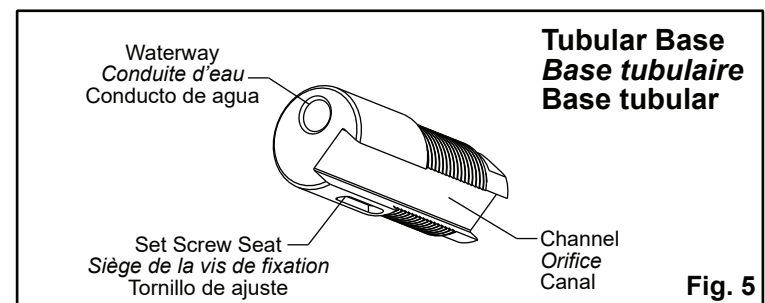
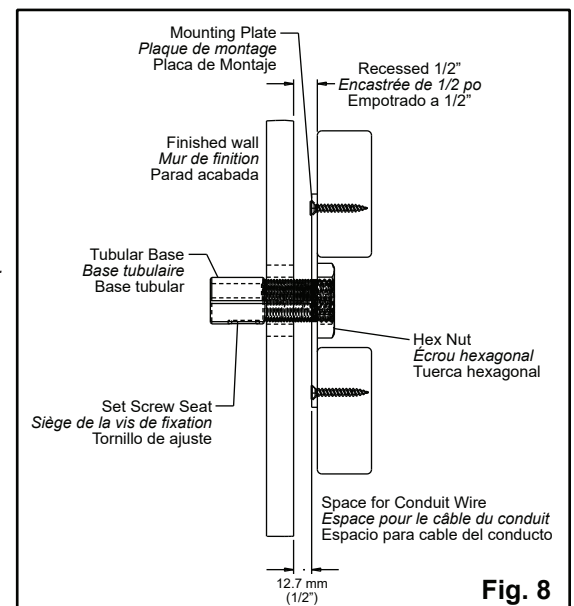

Fig. 5
Fig. 8
- Unthread the hex nut and remove from faucet. See Figure 8.
- Défiletez l'écrou hexagonal et retirez-le du robinet. Voir la figure 8.
- Thread tubular base (see Figure 5) into the mounting plate, ensure set screw seat is on the bottom and a portion of it will be exposed on finished side of finished wall. See Figure 8.
- Filetez la base tubulaire (voir figure 5) dans la plaque d'assemblage, veillez à ce que le siège de la vis de fixation soit au fond et qu'une portion soit exposée sur le côté fini de la mur de finition. Voir la figure 8.